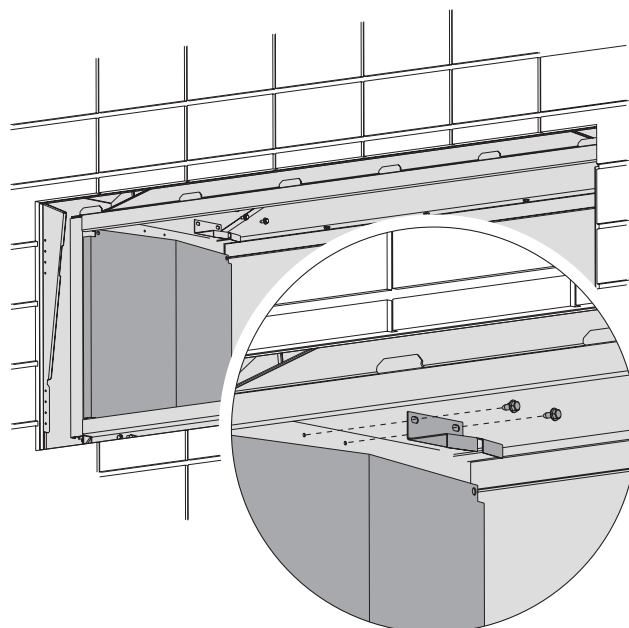

Figure 3
2. Relever le panneau contre le mur latéral et le fixer à l'aide d'un support comme montré à la **Figure 3**. Un outil de vissage motorisé sera requis pour cette opération. Pour bien localiser le support de garniture l'aligner sur les trous pilotes montrés à la **Figure 3**.